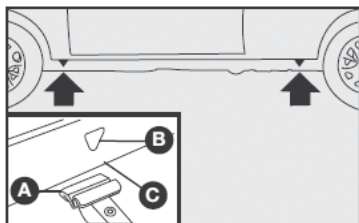

fig. 17
3) Coloque el gato en el símbolo ▼ B-fig. 17 cerca de la rueda que va a cambiar y asegúrese de que la ranura A del gato esté bien introducida en el larguero C- fig. 17.